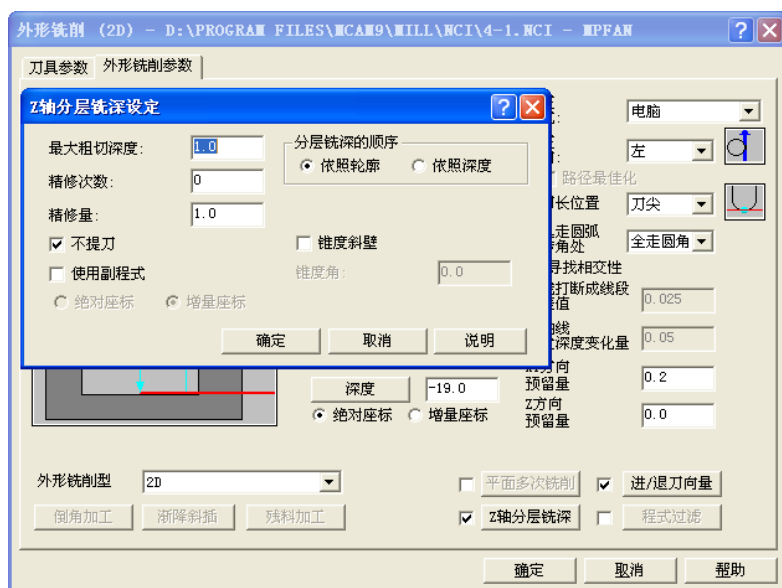

图 4-8 外形铣削参数
2) 选择“外形铣削(2D)”，加工 118mm×78mm 矩形外形。刀具参数、参考高度和进给下刀位置等均同步骤 1)，工件表面：0.0，深度：-19.0，XY 方向预留量：0.2，Z 方向预留量：0.0，补偿形式选择“电脑”，补偿方向：左，勾选“Z 轴分层铣深”，勾选“进/退刀向量”，参数默认。在“Z 轴分层铣深设定”对话框中输入最大粗切深度：1.0，勾选“不提刀”，其余默认，如图 4-8 所示。